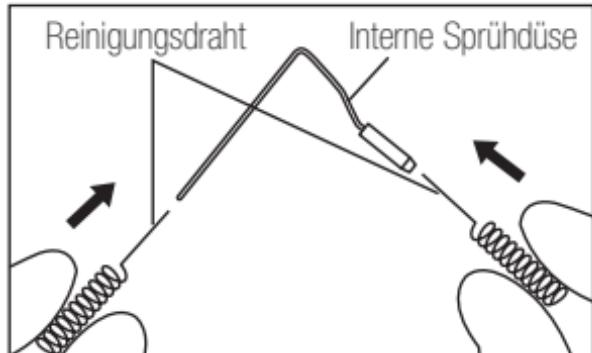

Abb. 8
- 1) Führen Sie den Reinigungsdrat gerade in die internen und externen Spühdüsen ein. (Abb. 8,9)